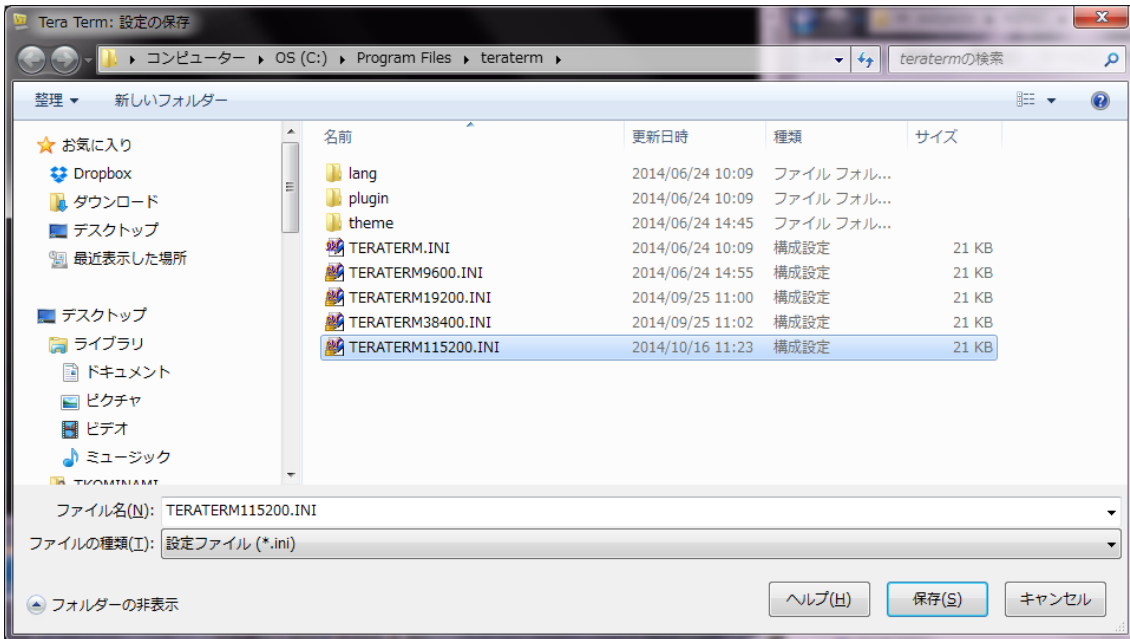

図 4-6
(4) 以上の設定を行いましたら、設定内容を保存してください。設定メニュー → 設定の保存を選択しますと、図 4-6 の画面が表示されますので、ファイル名をつけて保存してください。次回以降は、設定の読み込みで保存した設定ファイルを開けば、上記の設定になります。